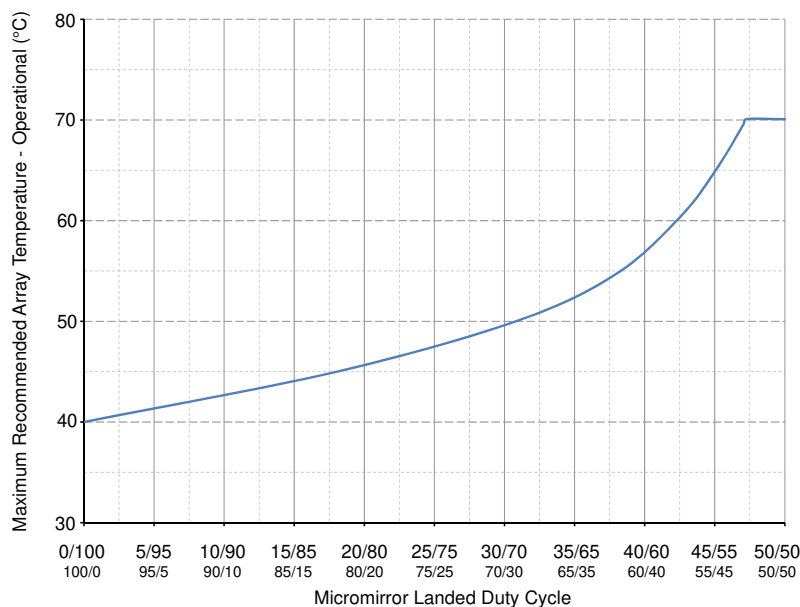
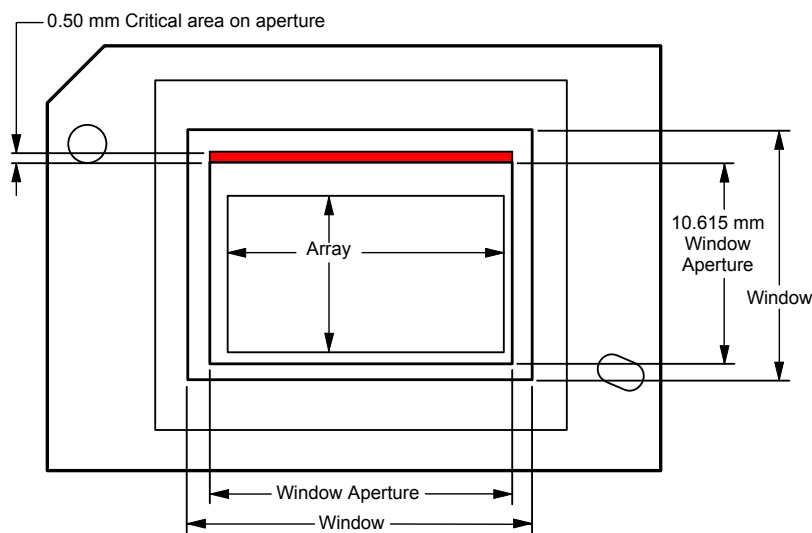

図 5-1. 推奨最大アレイ温度—ディレーティング曲線
図 5-2. イルミネーション オーバーフィル ダイアグラム - クリティカル エリア
- (12) 図 5-1 に従って、最大動作アレイ温度は、最終アプリケーションにおいて DMD が受けるマイクロミラーの着地デューティ サイクルに基づいてデレーティングする必要があります。マイクロミラーのランデッド デューティ サイクルの定義については、『マイクロミラーのランデッド デューティ サイクル』を参照してください。
- (13) 長期は、デバイスの使用可能寿命と定義されます。
- (14) 短期は、デバイスの有効寿命全体にわたる合計累積時間です。
- (15) デバイスが「高温の露点温度範囲」にない経時的な平均値 (保存や動作を含む)。
- (16) 保存時および動作時の高温範囲で露点温度への曝露は、CT_{ELR} の合計累積時間未満に制限する必要があります。
- (17) DMD のアクティブ領域は、DMD デバイス アセンブリの構造を通常の視界から覆い隠す、DMD ウィンドウ面の内側にある開口部で囲まれています。開口部は、いくつかの光学条件を想定した大きさになっています。アクティブ アレイの外側を照らすオーバーフィル光は散乱し、DMD を使用する最終アプリケーションの性能に悪影響を及ぼす可能性があります。照明光学システムは、アクティブ アレイ外での光束の入射を最小限に抑えるように設計する必要があります。システムの光学アーキテクチャとアセンブリ許容誤差によっては、アクティブ アレイの外側のオーバーフィル光量がシステム性能の劣化を引き起こす可能性があります。
- (18) 図 5-2 の赤色の領域に適用されます。